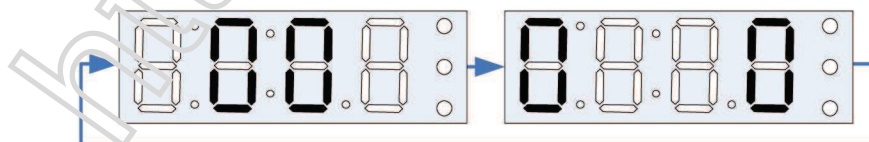

Рис. 14 – Индикация прохождения режима «Самоконтроль».
2.3.8 После успешного прохождения режима «Самоконтроль», на время не менее 10 секунд, формируется звуковой сигнал и показания индикатора соответствуют Рис. 14. Затем сигнализатор переходит в режим «Ожидание СОД», что означает готовность сигнализатора к приёму СОД.